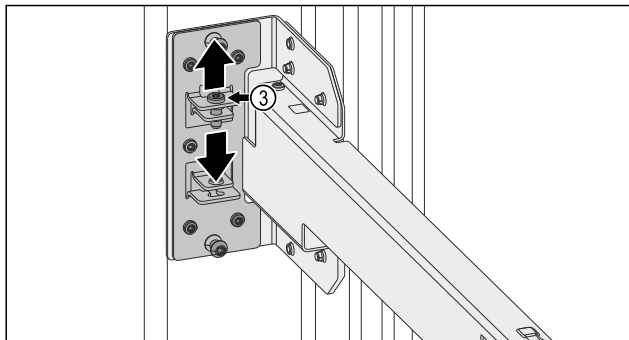

Fig. 15
- ▶ Oldja ki a csavart Fig. 15 (3).
- ▶ Húzza meg a csavart Fig. 15 (3).